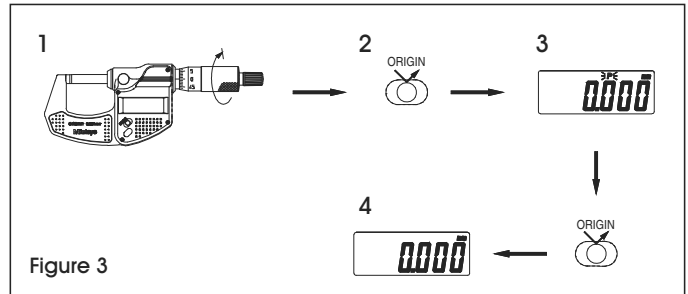

Figure 3
- Avant de mesurer, vérifiez l'origine (point zéro) en vous référant à la Figure 3.
Réinitialisez le micromètre en suivant la procédure ci-dessous : (Voir Figure 3)